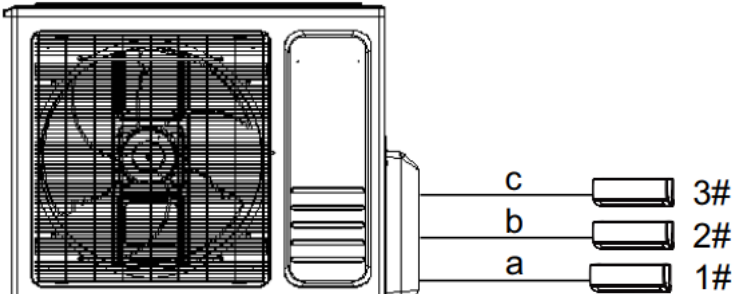

Fig.9
3. Esempio: Set di climatizzatori da 27K installati come segue: Fig.9.